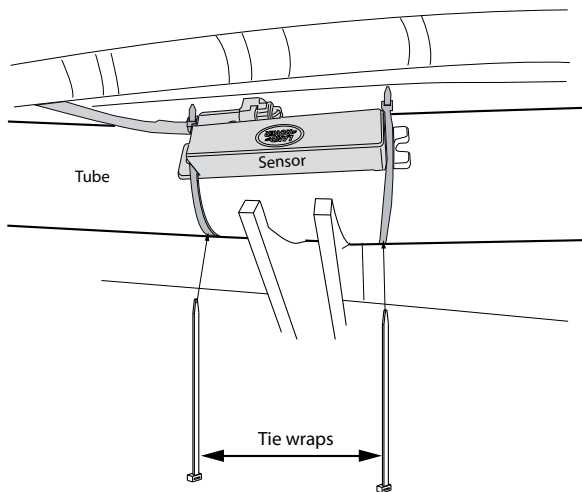

Fig. 2
11. Поставить парковочный датчик. См. рисунок 2